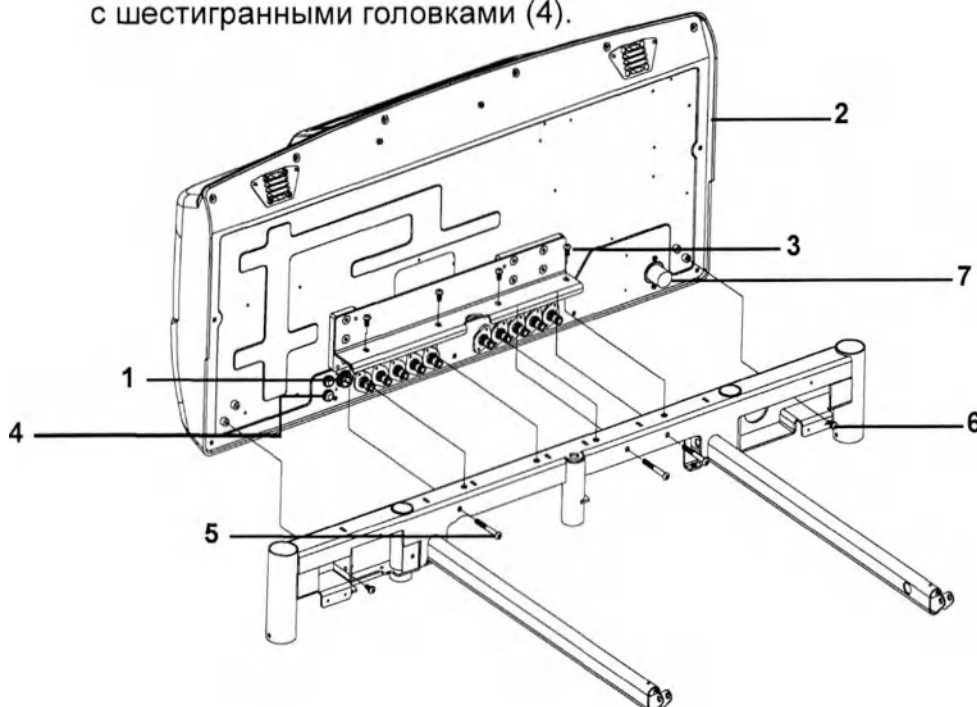

Рис. 3. Блок управления надувным матрасом и крепежный кронштейн
7. Если крепежный кронштейн блока управления надувным матрасом (рис. 3, пункт 1) еще не установлен, установите его на заднюю панель блока управления надувным матрасом (2) при помощи шести винтов с шестигранными головками (4).
8. Приподнимите блок управления надувным матрасом и слегка наклоните его вперед, затем плавно опустите на каркас кровати. Осторожно совместите отверстия сверху крепежного кронштейна с отверстиями на каркасе. Когда блок управления надувным матрасом ляжет на каркас, аккуратно поверните его в полностью вертикальное положение и следите за тем, чтобы разъем подключения на блоке управления располагался над отверстием в каркасе (см. рис. 3, пункт 7). Соблюдайте осторожность, чтобы не повредить разъемы воздушных шлангов.
10. Вставьте четыре винта Philips с цилиндрическими головками в верхнюю часть крепежного кронштейна (рис. 3, пункт 3) (пока не затягивайте).
13. Вставьте два винта Philips с цилиндрическими головками (рис. 3, пункт 6) в нижние углы справа и слева в задней части блока управления. Затяните до усилия 10 Н·м.